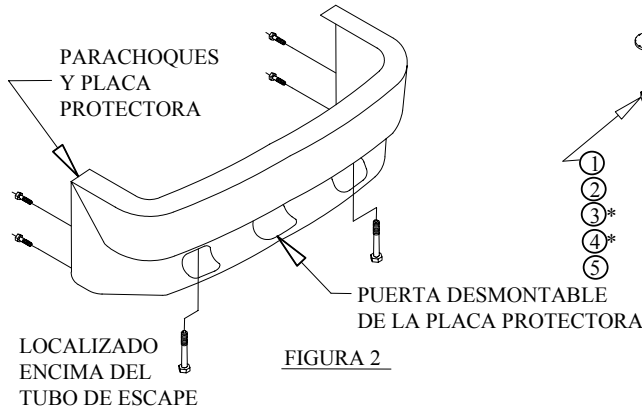

FIGURA 2
①	Cant. (1)	Perno hexagonal 1/2"-13 x 1.75 grado 5	⑥	Cant.(6)	Perno hexagonal M10x1.50 x 50mm CL8.8
②	Cant.(1)	Arandela cónica dentada 1/2"	⑦	Cant.(6)	Arandela cónica dentada 3/8"
③	Cant.(1)	Arandela plana 1/2"	⑧	Cant. (6)	Espaciador
④	Cant.(1)	Arandela de bloqueo 1/2"	⑨	Cant. ()
⑤	Cant.(1)	Tuerca de remaches 1/2"	⑩	Cant.()
1. RETIRE EL PARACHOQUES Y LA PLACA PROTECTORA AL QUITAR LOS 6 TORNILLOS, COMO SE MUESTRA EN LA FIGURA 2.